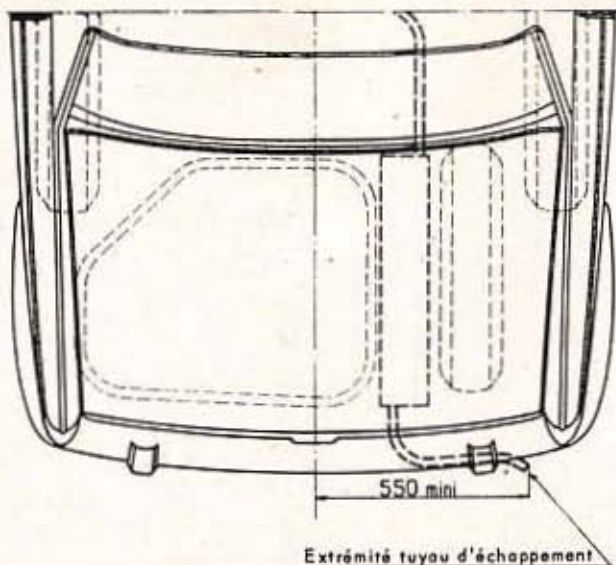

Fig. 15. — Cote d'alignement du tuyau de sortie
a) le tuyau contre-coudé n° PD 1765.16 de façon que son extrémité soit au moins à 550 mm de l'axe longitudinal de la voiture (fig. 15),